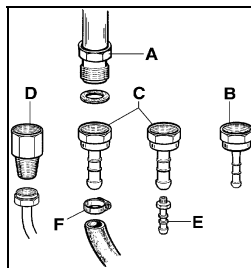

Fig.3
- Draai de inspuisers los met een sleutel (7 mm.) en vervang ze door de juiste inspuisers voor het type gas (fig 3.). Zie ook table op blz. 8.